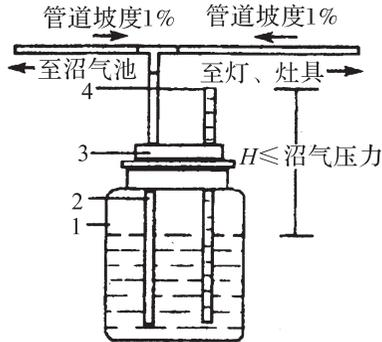

图 7-5 自动排水集水器
2. **自动排水集水器** 是指积水不需人工操作能自动排出的集水器。这种集水器不需监视积水水位和揭瓶塞倒水、扭开关放水。装好后，便可自动排积水。自动集水器的制作方法：在一个瓶塞上插两根玻璃管，下端插入水瓶中，其中一管上端接上三通，其两水平端接入输气管道，另一根直管上端与大气相通，作为溢流水孔，该溢流水孔应低于三通管，否则在产气量较低时，冷凝水也会阻塞管道（图 7-5）。